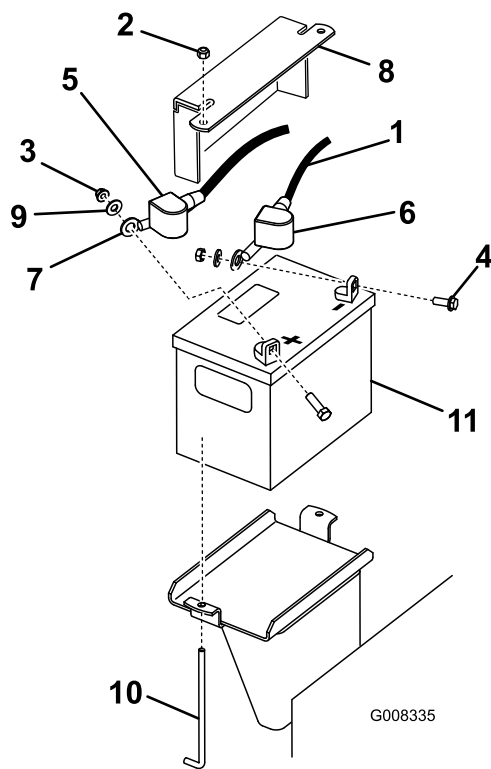

Bild 43
3. Nehmen Sie die Gummiabdeckung vom Minuskabel ab. Klemmen Sie zunächst das Minuskabel vom Minuspol (-) der Batterie ab (Bild 43).
4. Ziehen Sie die rote Polkappe vom (roten) Pluspol der Batterie ab. Ziehen Sie dann das (rote) Pluskabel ab (Bild 43).
5. Entfernen Sie die Befestigungsplatte, die J-Schrauben und die Sicherungsmuttern, mit denen die Batterie befestigt ist (Bild 43) und nehmen sie heraus.
1. Setzen Sie die Batterie in die Maschine (Bild 43).
3. Klemmen Sie zunächst das (rote) Pluskabel am Pluspol (+) der Batterie mit einer Mutter, Scheibe und Schraube an (Bild 43). Schieben Sie die Gummiabdeckung über den Batteriepol.
4. Klemmen Sie dann das Minuskabel und Erdkabel am Minuspol (-) der Batterie mit einer Mutter, Scheibe und Schraube an (Bild 43). Schieben Sie die Gummiabdeckung über den Batteriepol.